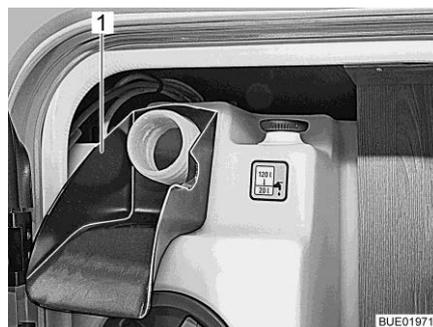

Fig. 193 Ayuda de llenado
- Encajar la ayuda de llenado (Fig. 193,1) en el tubo de llenado de agua potable.